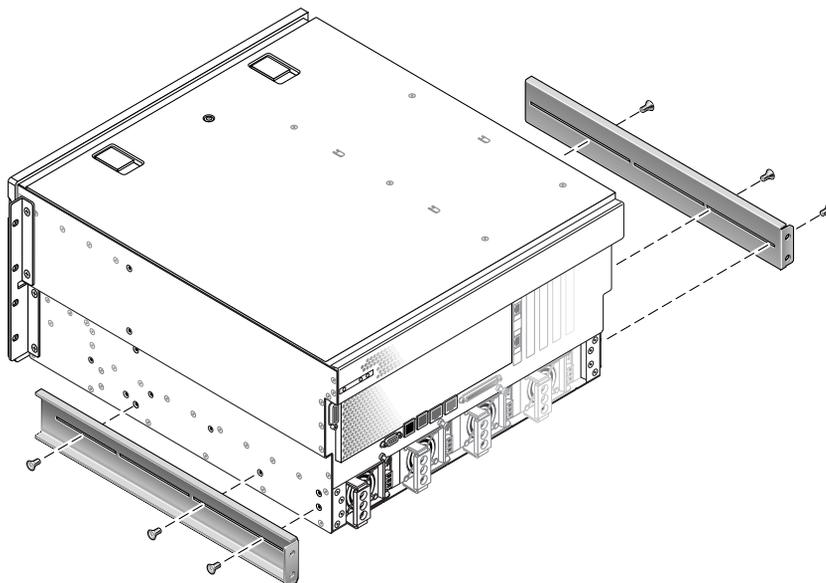

FIGURE 3-19 Fixation des supports de montage arrière
5. Installez les supports arrière à l'arrière du serveur (deux ou trois vis pour chacun d'entre eux), en veillant à les allonger selon la profondeur du rack (voir FIGURE 3-19).